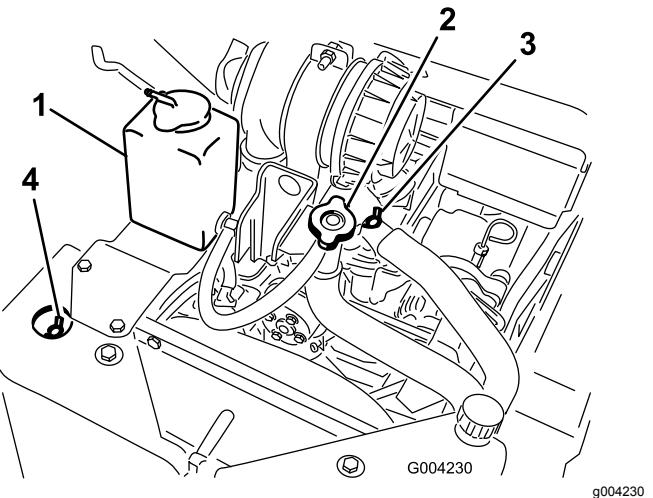

Bild 51
- A. Nehmen Sie den Kühlmittel-Fülldeckel ab (Bild 51).
- Öffnen Sie das vordere und obere Entlüftungsventil für das Kühlmittel (Bild 51).
- Füllen Sie Kühlmittel in den Füllstutzen ein, bis das Kühlmittel aus dem vorderen Entlüftungsventil für das Kühlmittel tritt (Bild 51).
- Schließen Sie das vordere Entlüftungsventil für das Kühlmittel (Bild 51).
- Füllen Sie Kühlmittel in den Füllstutzen ein, bis das Kühlmittel aus dem oberen Entlüftungsventil für das Kühlmittel tritt (Bild 51).
- Schließen Sie das obere Entlüftungsventil für das Kühlmittel (Bild 51).
- Füllen Sie Kühlmittel in den Füllstutzen, bis der Kühlmittelstand am Füllstutzen liegt (Bild 51).
- Setzen Sie den Kühlmittel-Fülldeckel auf (Bild 51).